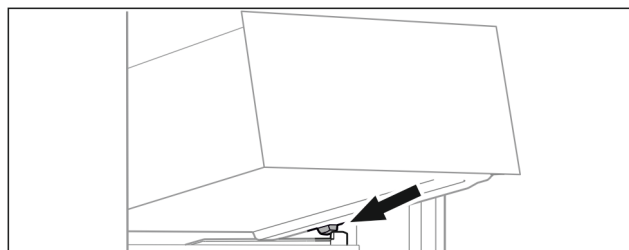

Fig. 59
- ▶ Nasadte zásuvku šikmo za zářez na žebrování na nádoby. (viz Fig. 59)